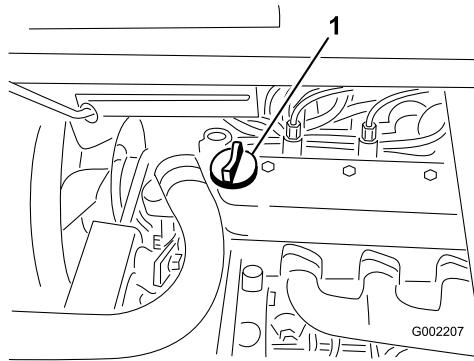

Bild 40
- Wenn der Ölstand niedrig ist, nehmen Sie den Deckel des Einfüllstutzens von der Ventilabdeckung ab (Bild 40) und füllen Sie Öl auf, bis der Ölstand die Vollmarke am Peilstab erreicht. Angaben zur richtigen Ölsorte und zur Viskosität finden Sie unter „Warten des Motoröls“. Gießen Sie Öl langsam ein und prüfen Sie den Ölstand häufig während des Füllens. Füllen Sie nicht zu viel ein.